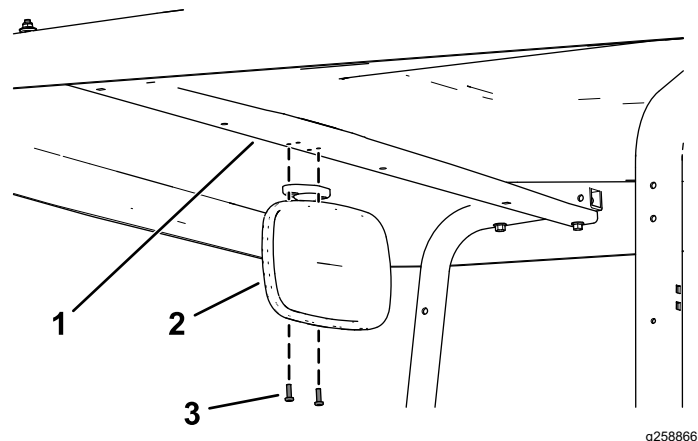

Figura 1
2. Fije el retrovisor a la barra de sujeción de la capota con los 2 tornillos Phillips (Nº 10 x 5/8"), como se muestra en la Figura 1.